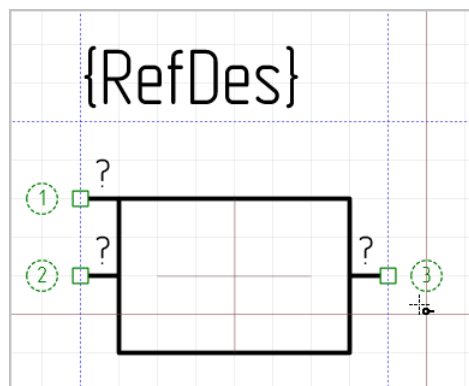

Рис. 170 Увеличение номера вывода
4. После установки одного вывода инструмент «Разместить вывод» продолжает быть активным - он готов для размещения новых выводов. Для каждого нового вывода значение его идентификатора увеличивается на единицу, после «1» будет «2», после «2» будет «3» и т.д, см. Рис. 170.